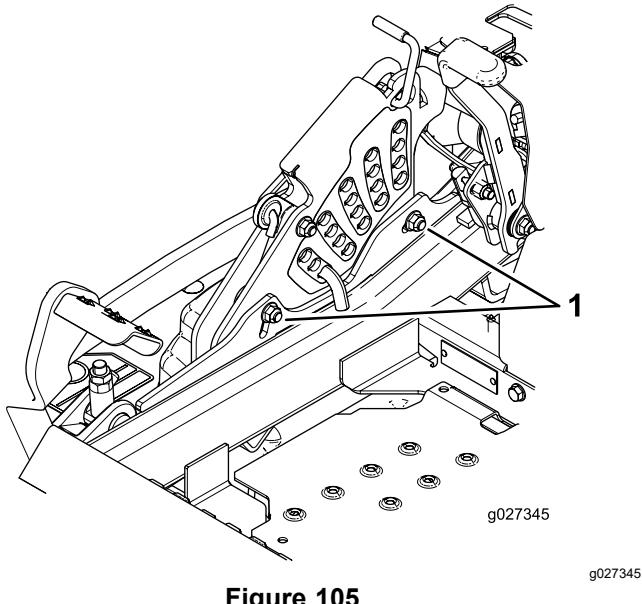

Figure 105
10. Pour régler le système monopoint, desserrez les 2 boulons au bas de la plaque de hauteur de coupe (Figure 105).
- 12. Serrez les 2 boulons au bas de la plaque de hauteur de coupe (Figure 105).